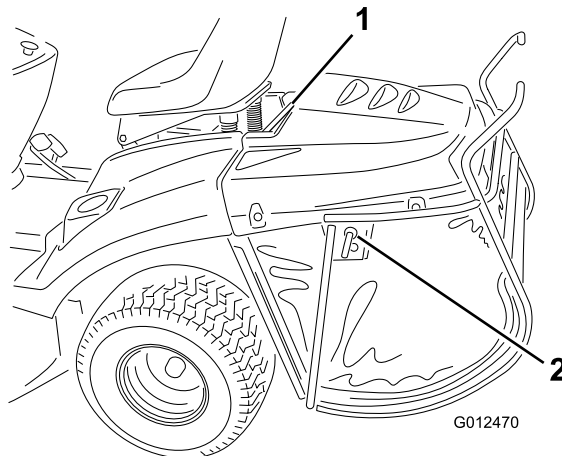

Figura 15
1. Si el pasador de bloqueo está en la posición de bloqueo, desbloquéelo (Figura 15).